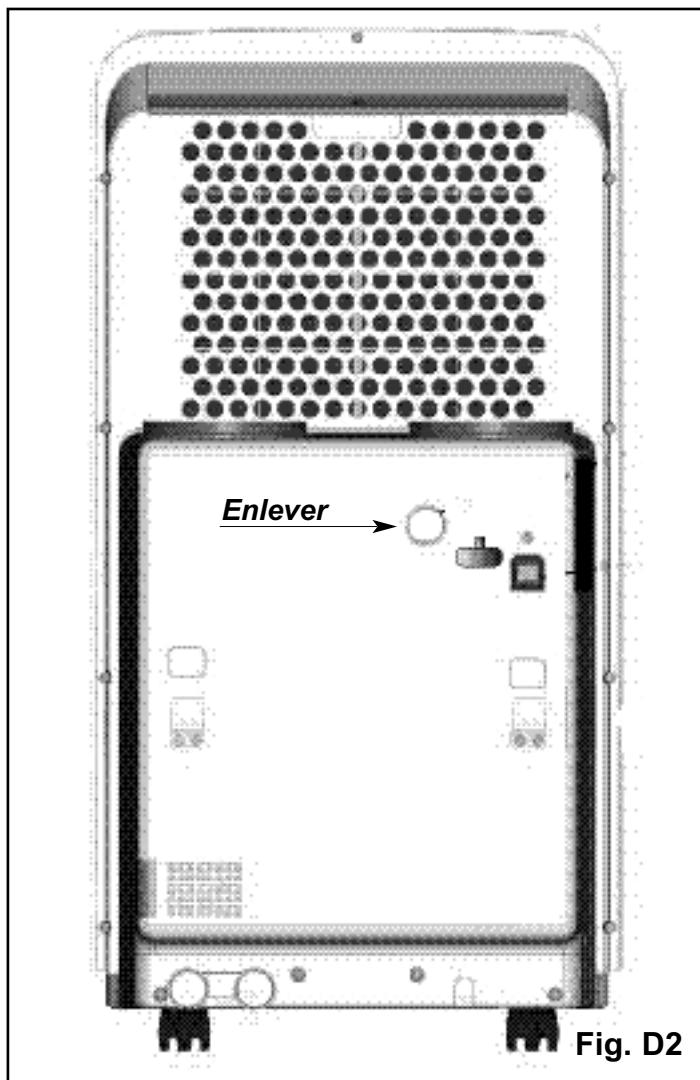

Fig. D2
2. Enlevez le capuchon du drain situé au milieu (approximativement) de l'arrière de l'unité (voir Fig. D2);